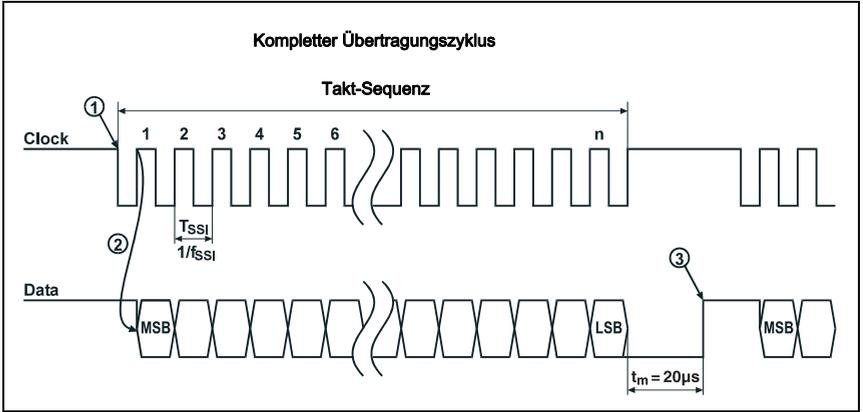

Bild 10.1: Ablaufdiagramm SSI-Datenübertragung
Im Ruhezustand liegen sowohl Takt- als auch Datenleitung auf HIGH-Pegel. Bei der ersten HIGH-LOW Flanke (Punkt ① in Bild 10.1) werden die Daten des internen Registers gespeichert. Dadurch ist sichergestellt, dass sich die Daten während der seriellen Übertragung des Wertes nicht mehr ändern.
Mit dem folgenden Wechsel des Taktsignals von LOW- auf HIGH-Pegel (Punkt ② in Bild 10.1) beginnt die Übertragung des Positionswertes mit dem höchstwertigen Bit (MSB). Mit jedem weiteren Wechsel des Taktsignals von LOW- auf HIGH-Pegel wird das nächst niederwertige Bit auf die Datenleitung gesetzt. Nachdem das niederwertigste Bit (LSB) ausgegeben wurde, schaltet mit dem letzten Wechsel des Taktsignals von LOW nach HIGH die Datenleitung auf LOW-Pegel (Übertragungsende).
Ein durch das Taktsignal retriggeretes Monoflop bestimmt, wie lange es noch dauert, bis die SSI-Schnittstelle für die nächste Übertragung aufgerufen werden kann. Hierdurch ergibt sich auch die minimale Pausenzeit zwischen zwei aufeinanderfolgenden Taktsequenzen. Ist die Zeit $t_m = 20\mu\text{s}$ abgelaufen, so wird die Datenleitung wieder auf Ruhepegel (HIGH) gesetzt (Punkt ③ in Bild 10.1). Dies signalisiert somit den komplett abgeschlossenen Datenaustausch und die erneute Sendebereitschaft.